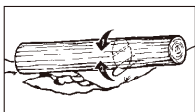

Fig. 13C
3. Tronco apoyado en ambos extremos: Primero, realice la división superior de 1/3 de diámetro del tronco para evitar astillamiento. Segundo, realice la división inferior para llegar al primer corte y evitar atascos (Fig. 13C).